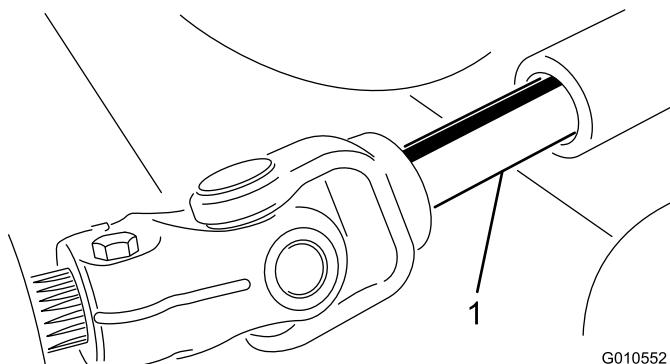

図 20
5. PTO シャフトのオスメスの接続部分を解除して、カッティングユニットをトラクションユニットから引き出す（図 20）。
3. オスの PTO シャフトとメスの PTO シャフトを接続する（図 20）。